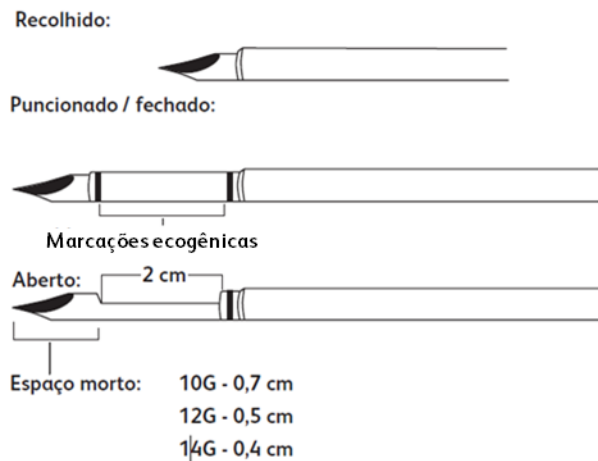

Figura 3
Opcional: antes da inserção da BD EleVation™ Probe na mama, pressione o botão PRIME/PIERCE (Recolher/Puncionar) para retraindo a agulha interna e a cânula de corte 2 cm. Após a inserção da BD EleVation™ Probe na mama, pressione o botão PRIME/PIERCE (Recolher/Puncionar) uma segunda vez para avançar a agulha interna e a cânula de corte 2 cm na região de interesse antes de tirar a primeira amostra de tecido. (Veja a Figura 3 para as dimensões.)
- b. Se a lesão não vai ser puncionada: posicione a câmara de extração de amostra na região-alvo. Veja a Figura 3 para as dimensões.